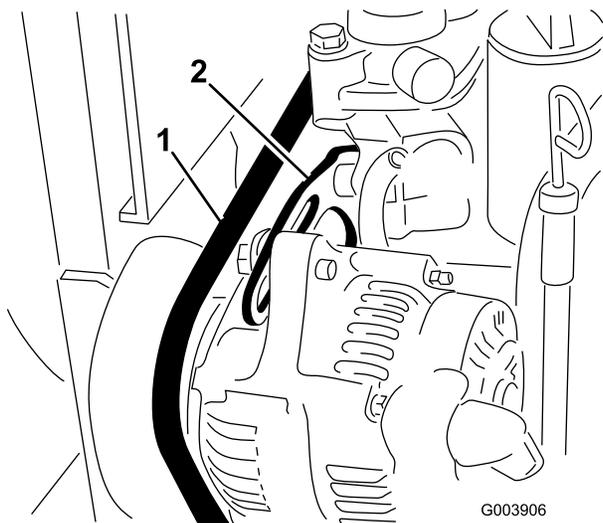

Figure 69
2. Contrôlez la tension de la courroie d'alternateur (Figure 69) en exerçant une force de 10 kg à mi-chemin entre les poulies d'alternateur et de vilebrequin.
3. Desserrez le boulon de fixation du renfort au moteur (Figure 69) et le boulon de fixation de l'alternateur au renfort.